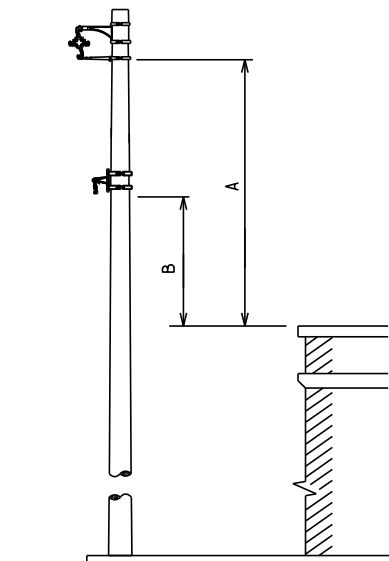
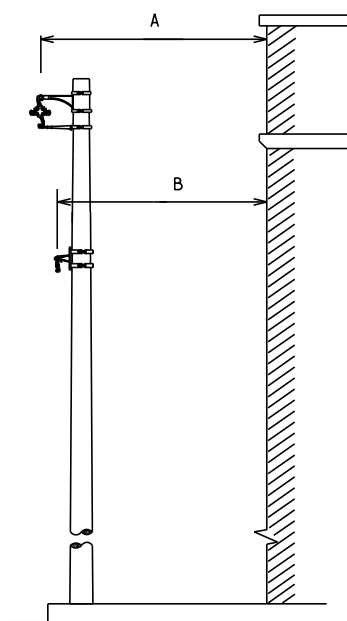

FIGURA 1
FIGURA 4
- 1) Se o afastamento vertical exceder as dimensões dadas na Figura 1, não exigir o afastamento horizontal da Figura 4.
- 3) Se o afastamento vertical exceder as dimensões das Figuras 2 e 3, não exigir o afastamento horizontal das Figuras 5 e 6, mantendo o afastamento da Figura 4.